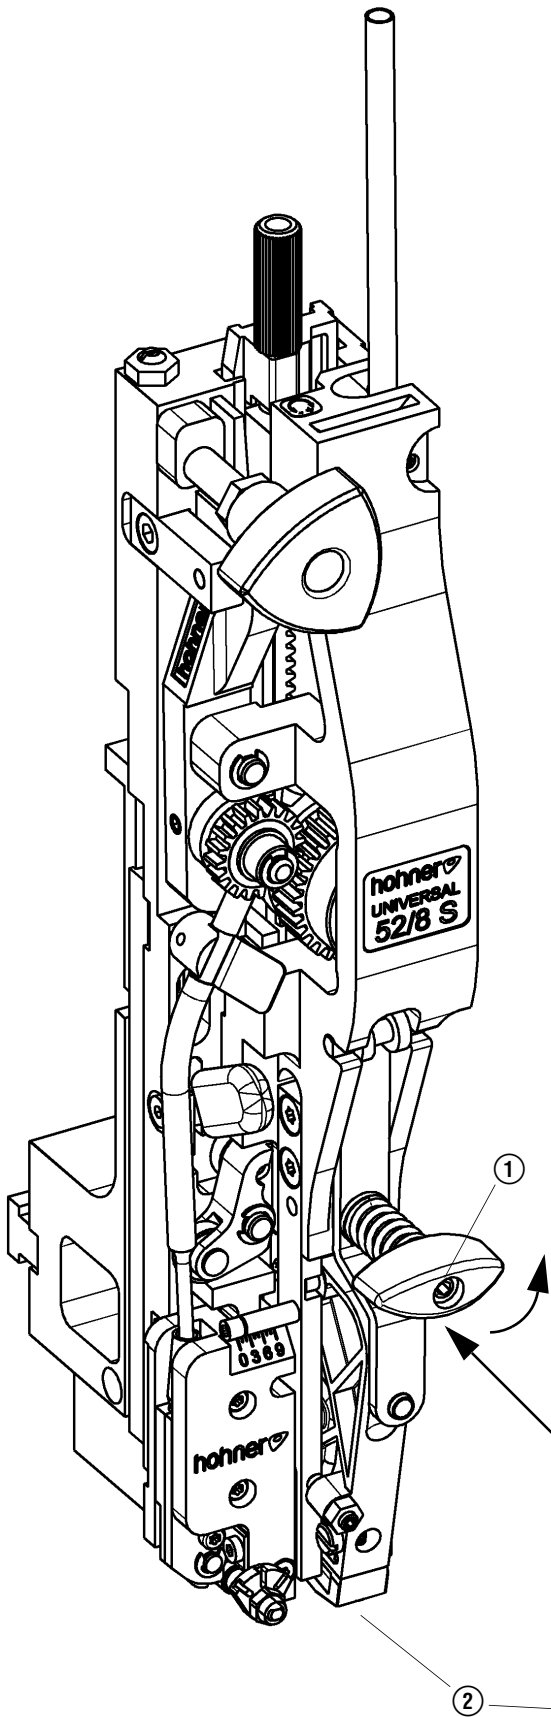
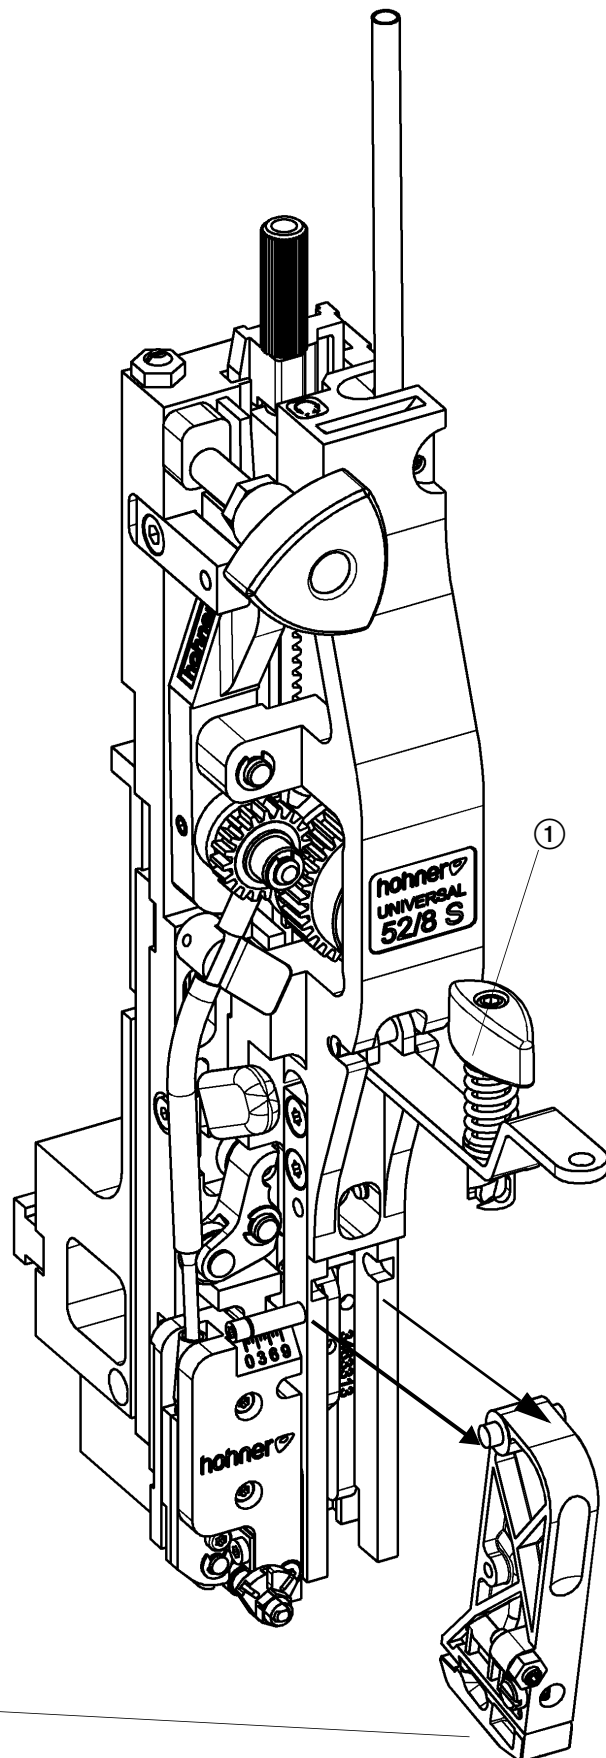

Abb. 23
Abb. 24
- Abb. 23, Abb. 24 -
- Spanngriff ① leicht eindrücken und um 90° nach links (gegen Uhrzeigersinn) drehen und nach oben klappen.
- Former ② nach vorne herausnehmen.